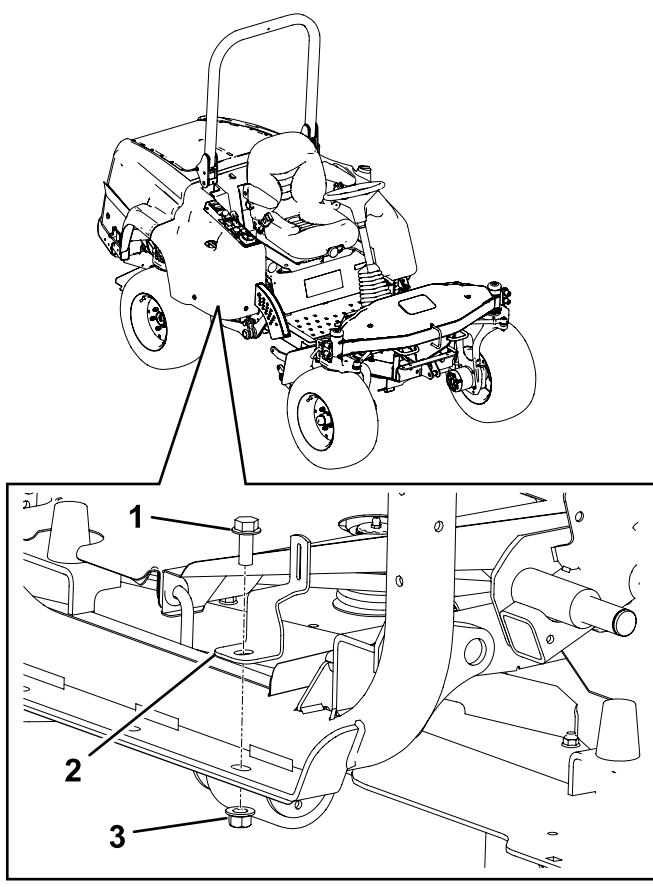

Figure 24
- Fixez le support au côté droit du cadre avec l'écrou et le boulon retirés à l'opération précédente (Figure 24).